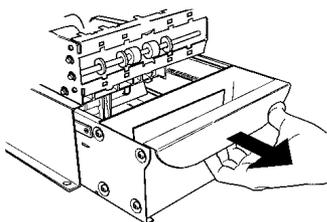

Figura 4-17. Cómo retirar la bandeja de billetes del mecanismo dispensador.
2. Para retirar la bandeja de billetes, tome la manija de la bandeja y deslícela para sacarla del mecanismo. (Figura 4-17) Ubique la bandeja de billetes en una superficie plana nivelada.